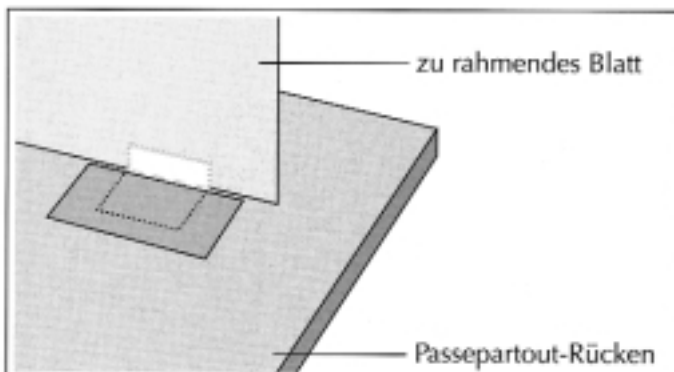

Bild 11: **Verstärkter V-Falz**
4. Montierung mit verstärktem V-Falz (Bild 11)